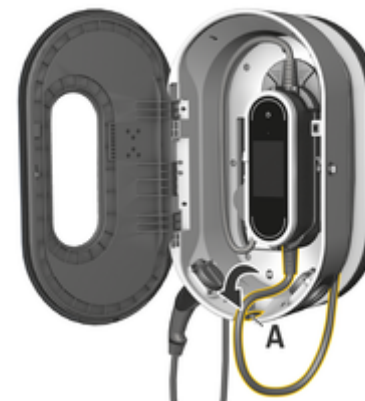

Fig. 107 Enganche la unidad de control en el puerto de carga
3. Introduzca el cable de vehículo por el orificio A (Fig. 107) y enrolle el cable sobrante en el puerto de carga.